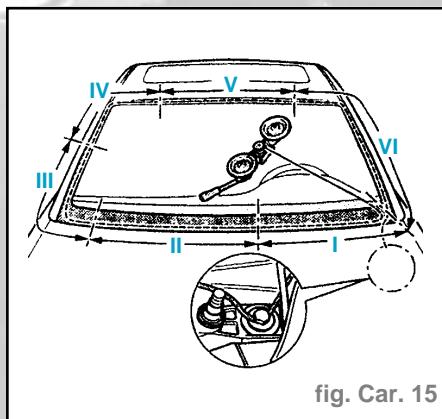

fig. Car. 15
- Fixer l'extrémité (intérieure) du fil sur le dispositif d'enroulement (fig. Car. 15).